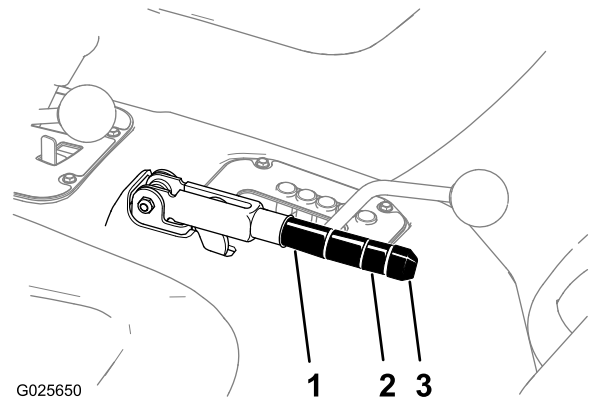

Figura 80
2. Afloje el tornillo de fijación que sujeta el pomo a la palanca del freno de estacionamiento (Figura 80).
3. Gire el pomo (Figura 80) hasta que se requiera una fuerza de 20–22 kg para accionar la palanca.
4. Apriete el tornillo de fijación cuando termine (Figura 80).